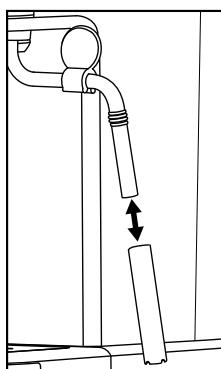

Abb. 4
- 5) Ziehen Sie die Hülle der Milchaufschäumdüse 10 ab (Abbildung 4) und reinigen Sie diese sorgfältig im warmen Wasser.
- 7) Schieben Sie die Hülle wieder auf die Düse (Abbildung 4).